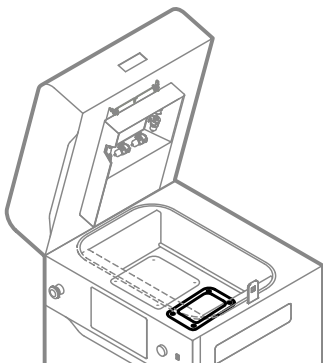

Abb. 12.28 Bringe die Print Bed-Abdeckung an.
23. Setze die Print Bed-Abdeckung auf (Abb. 12.28).